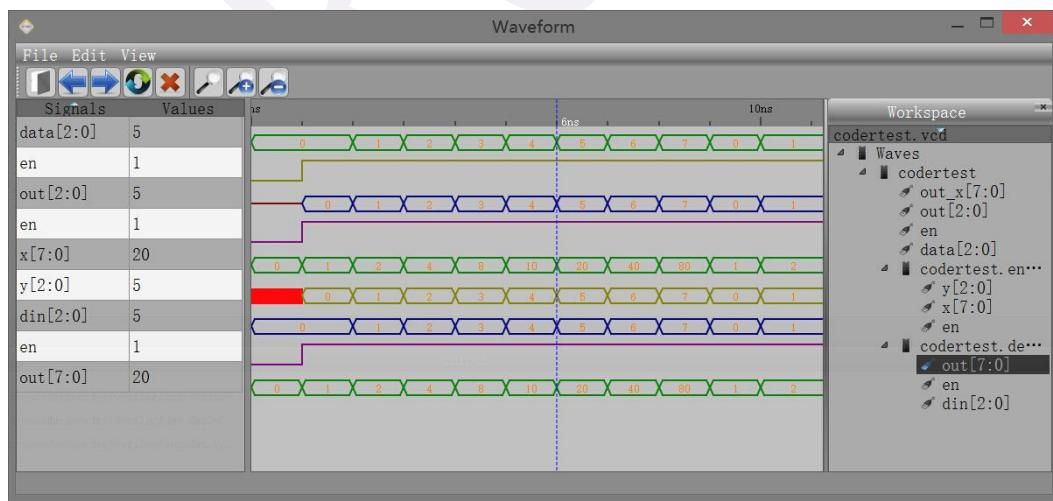

图 2-3-11 查看波形
(6) 执行仿真并查看波形。点击工具栏 ，查看输出信息，检查没有错误之后点击 进行仿真，再点击 。在弹出的 Waveform 窗口上点击右侧 Workspace 中的信号，进行添加并查看，如图 2-3-11 所示。点击波形查看器工具栏上的 图标进行自动缩放。分析仿真结果并对照真值表，查看设计波形输入输出是否一致。